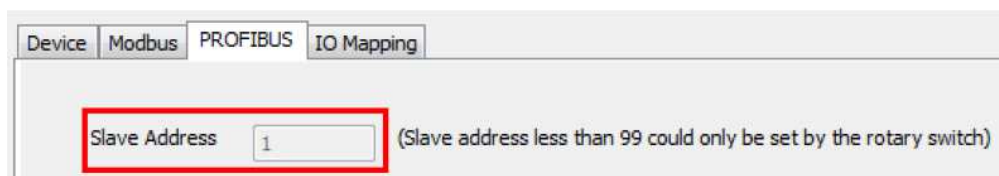

Рис.31
2.1.4 Если Profibus адрес не был установлен через поворотный селектор, то его можно задать в разделе **Profibus**. В противном случае изменение адреса будет недоступно (Рис.31):